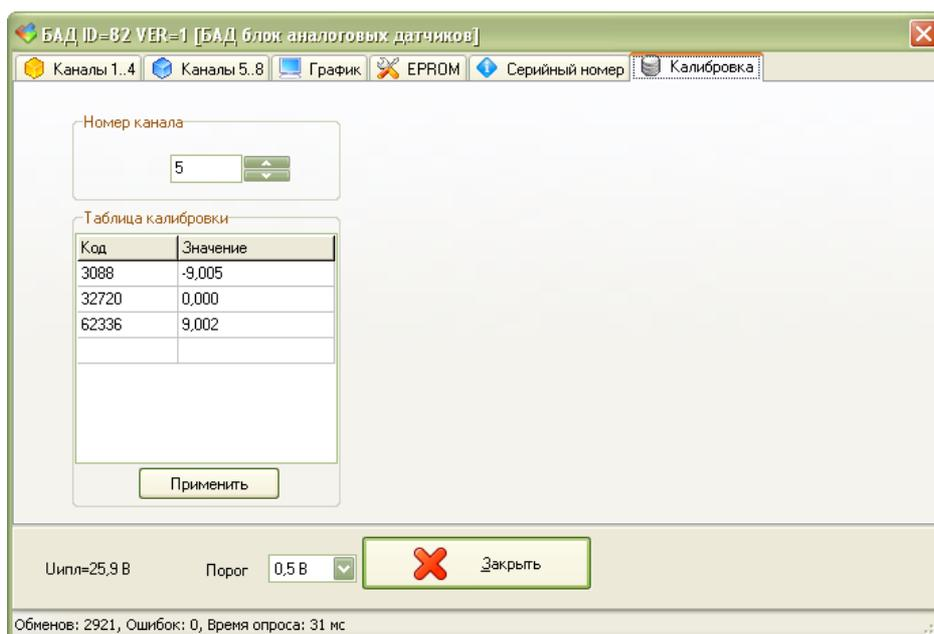

Рисунок 11 - Ввод коэффициентов пересчета
4) Открыть вкладку «Калибровка», выбрать номер калибруемого измерительного канала и ввести значение кода АЦП для каждого контрольного значения напряжения -10,000 В, +0,000 В, +10,000 В (рисунок 11). Нажать кнопку «Применить» для записи коэффициентов в память БАД-8.